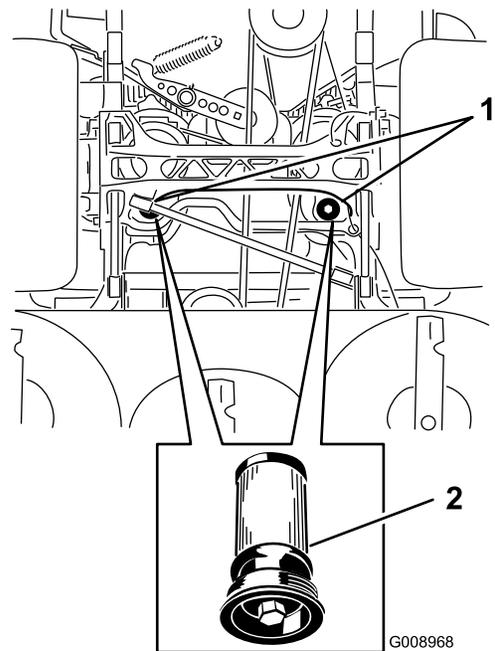

Bild 92
5. Stellen Sie eine Auffangwanne unter den Filter, nehmen Sie den alten Filter heraus und reinigen Sie die Oberfläche (Bild 92).
6. Ölen Sie die Gummidichtung am Ersatzfilter leicht mit Hydrauliköl ein (Bild 92).